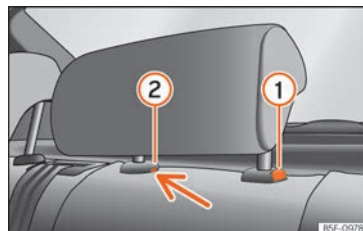

Fig.149 Appui-tête central arrière : point de déverrouillage.
- Pour régler l'appuie-tête à une hauteur inférieure, appuyez sur la touche ① » fig. 149 et déplacez-le vers le bas.